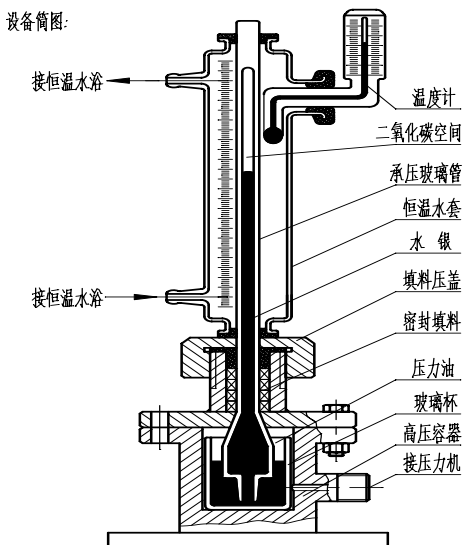

图 3 试验台本体
①恒温器    ②试验台本体    ③压力台
2、试验台本体如图 3 所示，其中